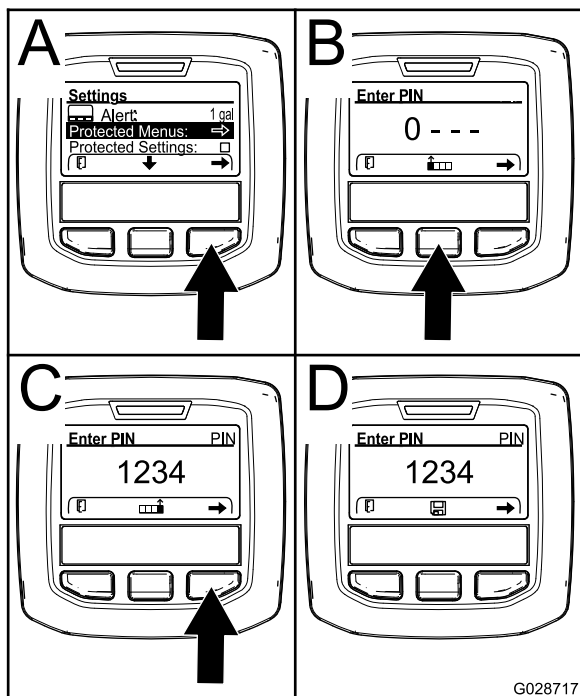

Figura 12
3. Pulse el botón de selección derecho para seleccionar Protected Menus (Menús protegidos) (Figura 12, A).
- Pulse el botón de selección central (Figura 12, B) para aumentar el valor numérico (de 0 a 9)..
- Pulse el botón de selección derecho (Figura 12, C) para mover el cursor hasta la siguiente posición numérica a la derecha.
Nota: Aparece el icono Guardar encima del botón de selección central (Figura 12, D).